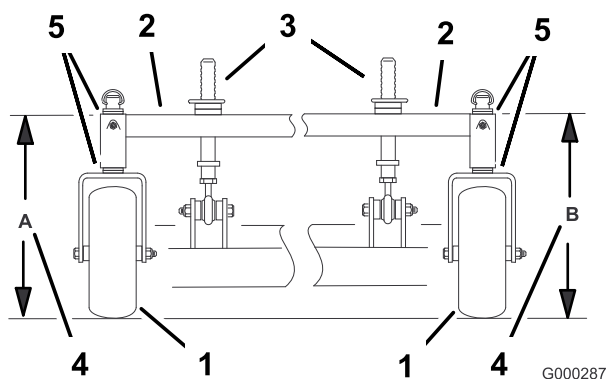

Figure 55
- Mesurez la hauteur du bâti porteur au point **A** (Figure 55).
- Mesurez la hauteur du bâti porteur au point **B** (Figure 55).